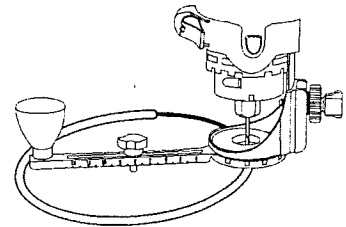

Fig. 14
6. Cuando el motor llegue a la velocidad debida, enderece lentamente la herramienta y el montador de círculos, dejando que la broca penetre en la pieza de trabajo (ver la fig. 14). Tenga cuidado de mantener la punta de pivote ubicada en el centro del círculo que debe cortar. Cuando se enderece la herramienta y la broca haya traspasado la pieza de trabajo, mueva la herramienta lentamente en sentido horario con una presión sostenida para hacer el círculo. Continúe cortando el círculo, manteniendo la herramienta derecha y girando alrededor del pivote del cortador de círculos.